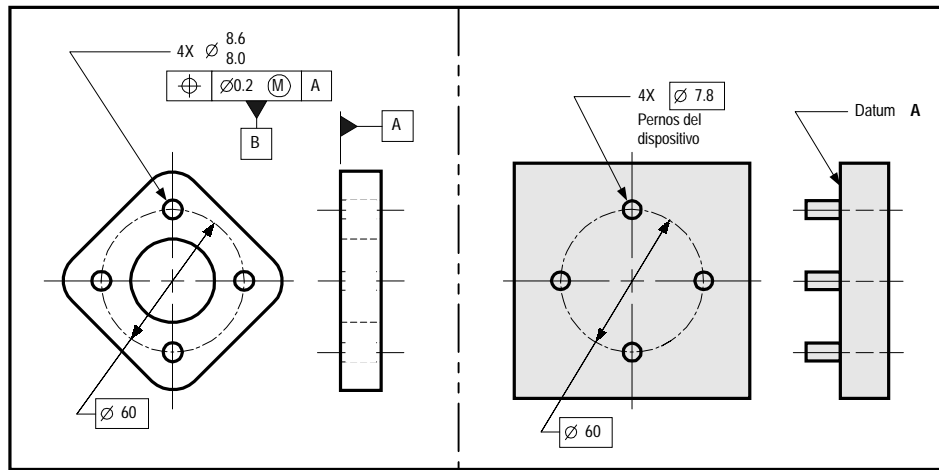

FIGURA 21-8 Una TOP con una sola referencia de datum aplicada a un patrón de barrenos
La figura 21-8 es un dibujo parcial. Se tiene que establecer la relación entre los bordes exteriores de la parte y los cuatro barrenos.
En ciertos casos, podrá desearse controlar únicamente el espaciado y la orientación de los barrenos en un patrón. Esto puede realizarse usando un control de TOP con una única referencia de datum. La figura 21-8 muestra un ejemplo. En esta figura, el control de TOP limita el espaciado entre los barrenos y la perpendicularidad de los barrenos con relación al plano de datum A, sin embargo el control de la TOP no controla la localización del patrón de barrenos. Note el dispositivo tiene solo un simulador de datum para el datum A. Los cuatro pernos limitan la perpendicularidad y espaciado de los barrenos.
1. Cuando el patrón de barrenos se usa como una figura de datum, y solamente necesita definir la perpendicularidad y el espaciado, como se muestra en la figura 21-8.